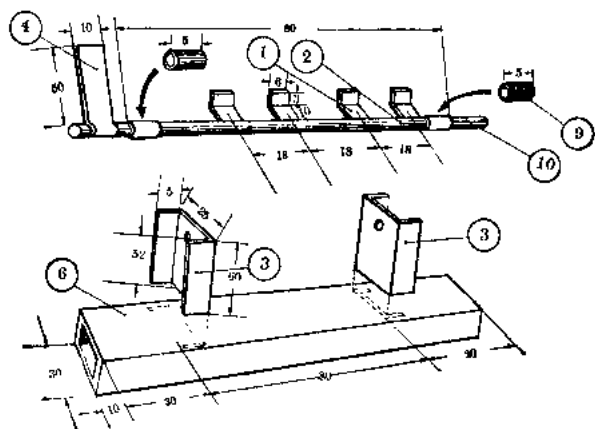

图 7-10
发射机构的结构和尺寸见图 7-10。发射钩①用 0.5 毫米厚的铁皮或铜皮弯成直角后焊在轴②上。轴②用直径 3 毫米的自行车钢丝做成，在它的两端各焊上一个环⑨，使轴在支架③上不会左右窜动。轴上还焊有 1 毫米厚的铁板制成的衔铁④。由于衔铁要受到电磁铁较大的吸力，因此一定要把它们焊牢在轴上。框架⑥可用薄铁皮弯好后焊成方盒形的大梁样子，再把发射机构支架③焊在它上面。四个发射钩①之间的距离都是 18 毫米（因为四个火箭炮筒中心间的距离是 18 毫米）。四个发射钩的端面要焊得一样平，不能有高低，不然会形成有的发射钩能钩住火箭，而有的发射钩却钩不住火箭。待四个发射钩都能钩住火箭后，要调整衔铁离开电磁铁的距离大约 4 毫米左右，使电磁铁通电后能吸动衔铁，从而，使发